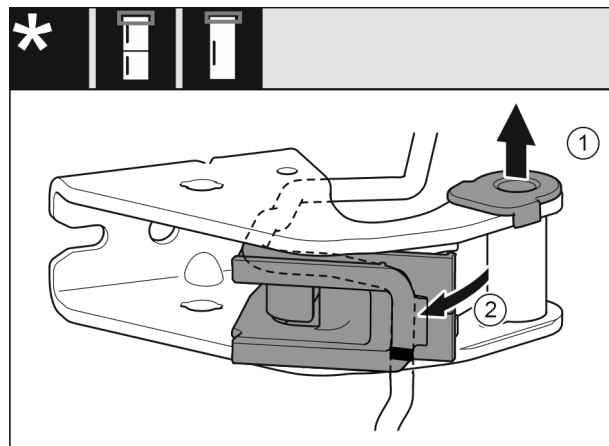

Fig. 17
- ▶ Húzza ki a csapágyperselyt a vezetősinből. Fig. 17 (1)
- ▶ Fordítsa ki a kábeltartót. Fig. 17 (2)